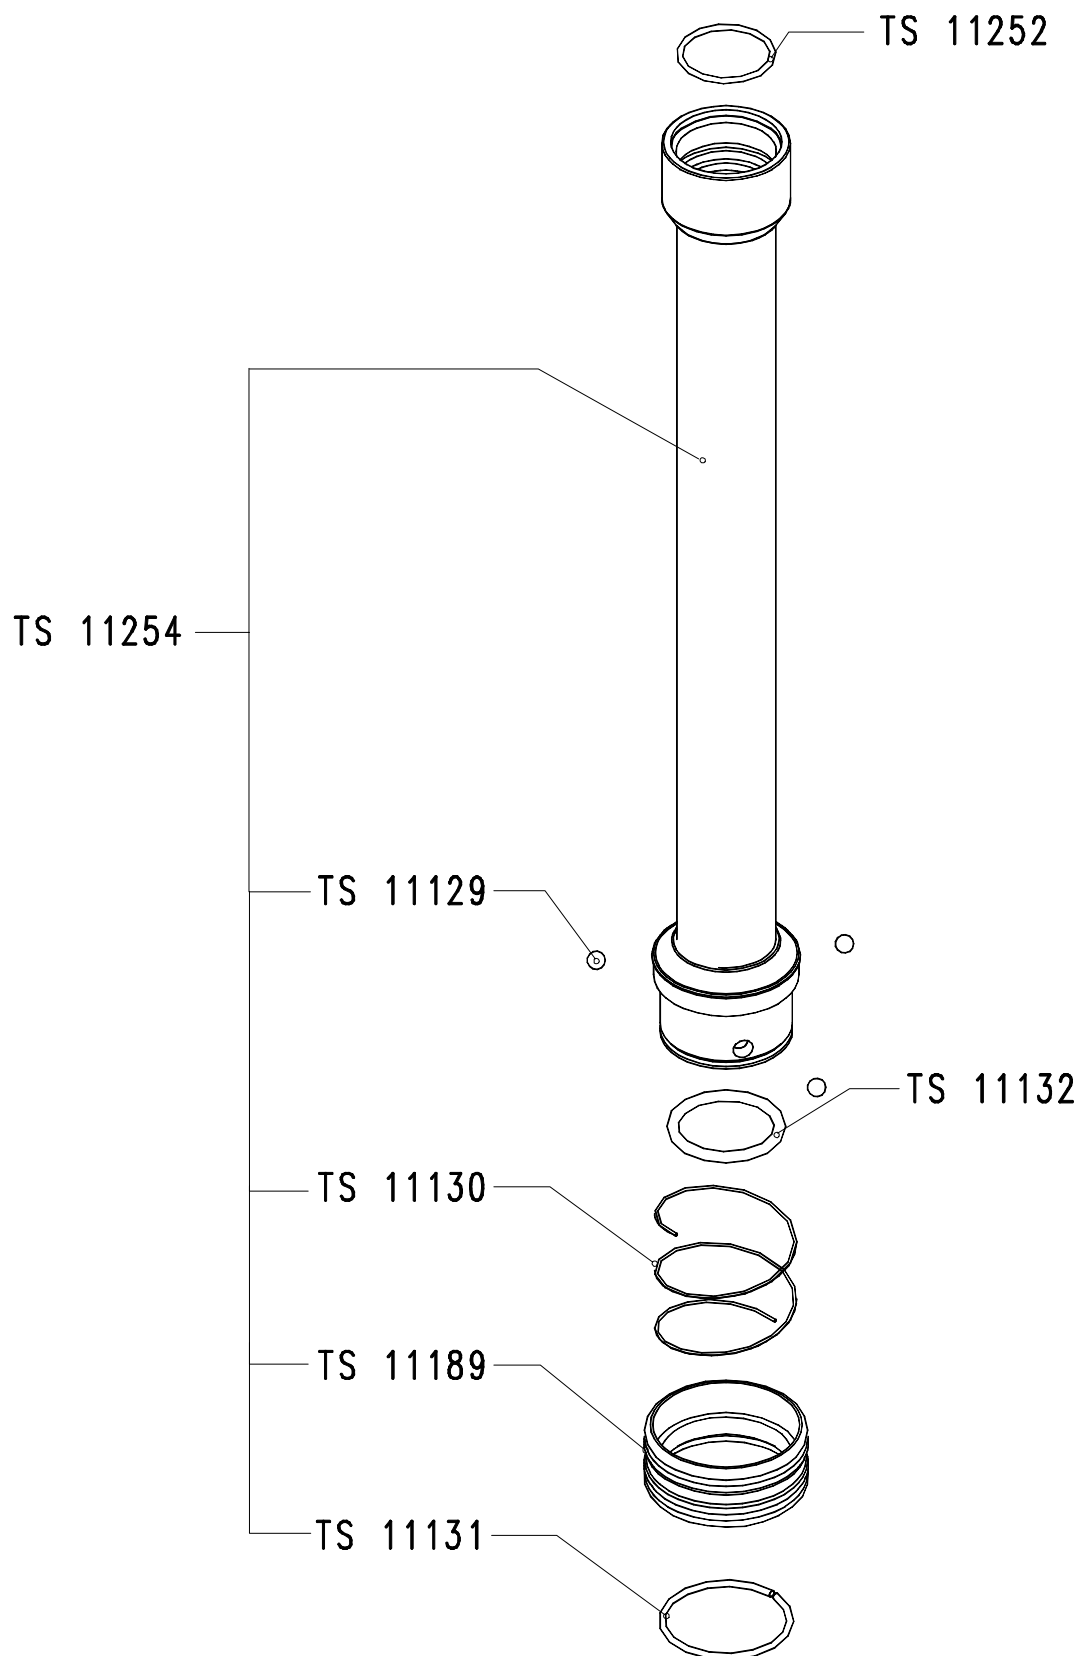

Рисунок 13-5: защитная трубка SS1-Q1 TS 10184, запчасти
- Рисунок 13-5: защитная трубка SS1-Q1 TS 10184, запчасти